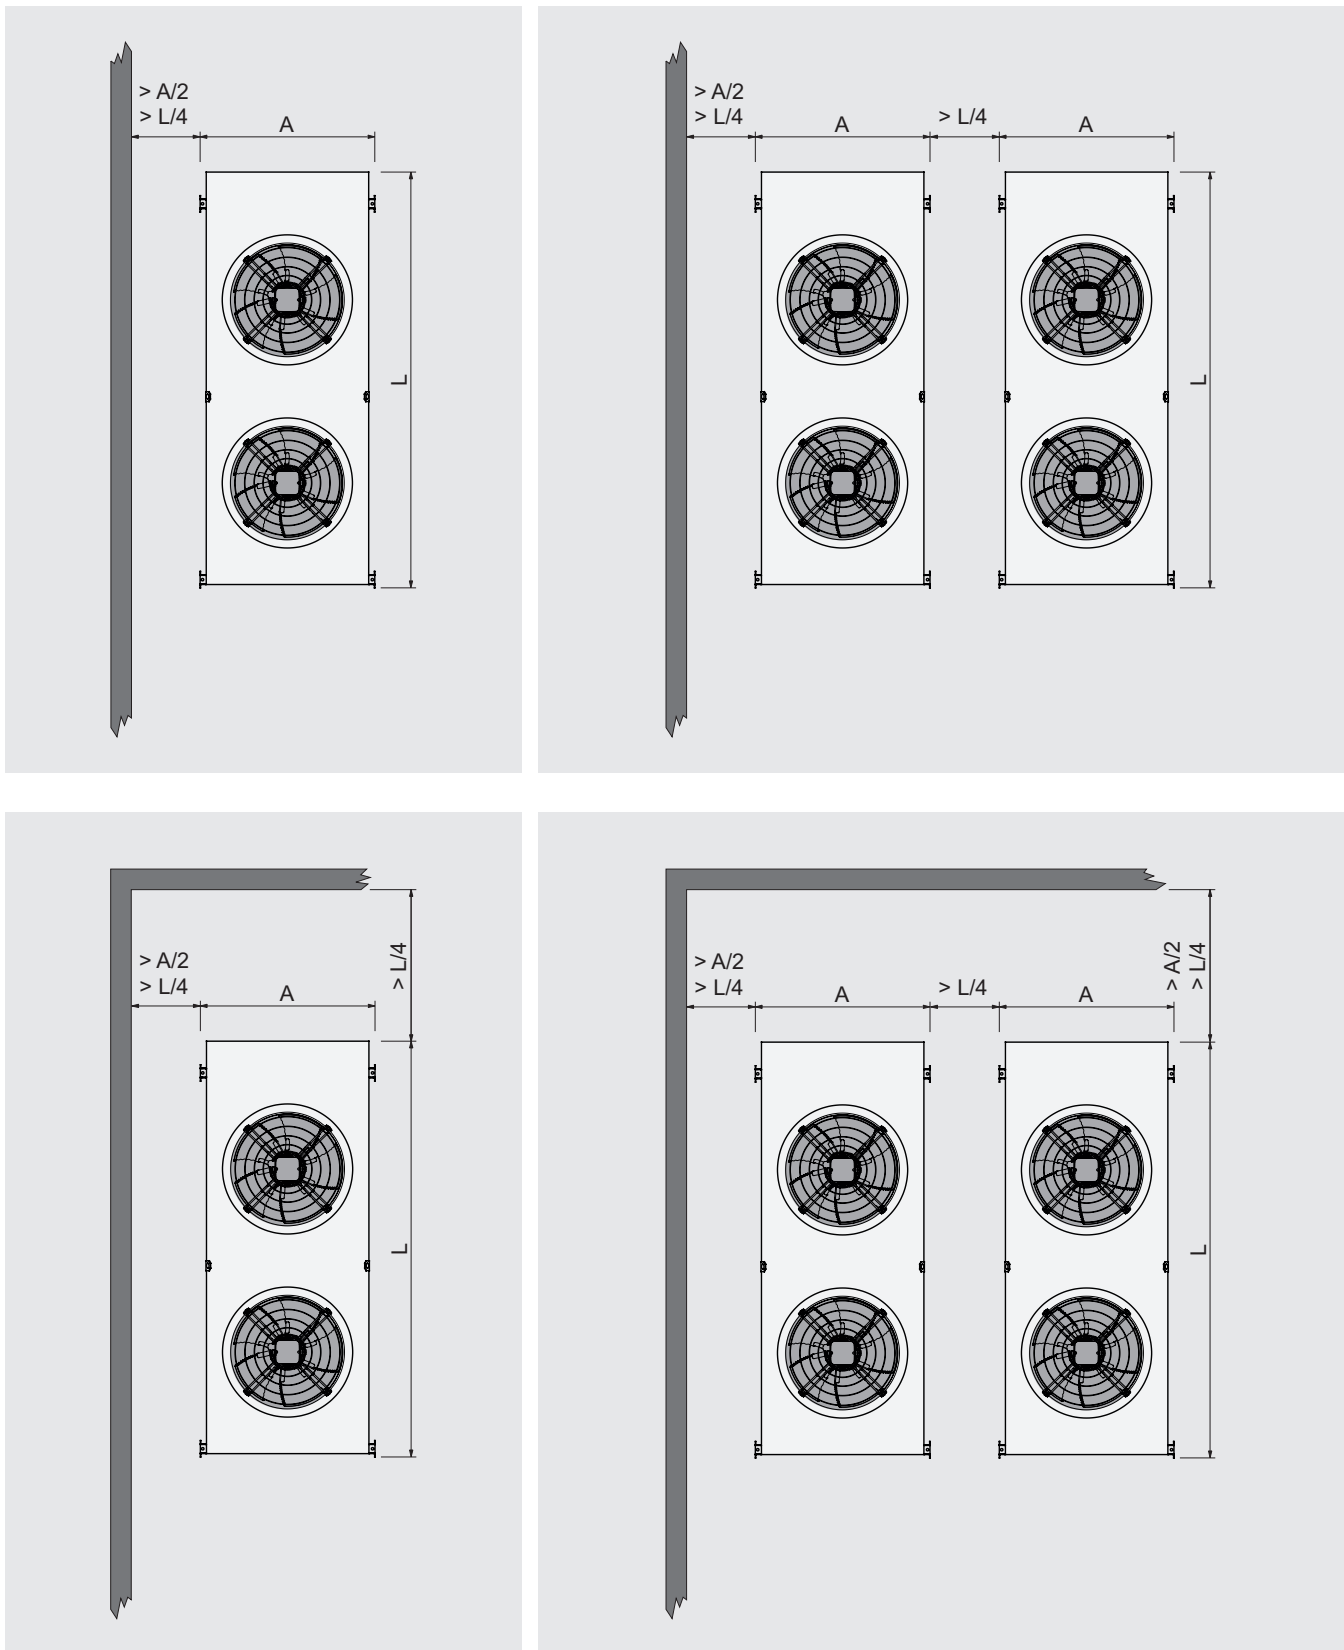

Abbildung 7
6.8 Für ein oder mehrere Modelle, siehe Abbildung 7.